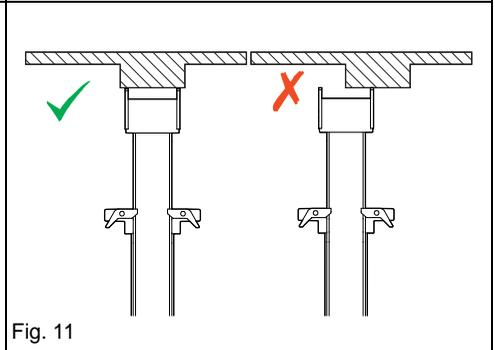

Fig. 11
- Asegúrese de que la carga se distribuya de forma uniforme sobre el cabezal de presión. Consulte el capítulo Fig. 11.